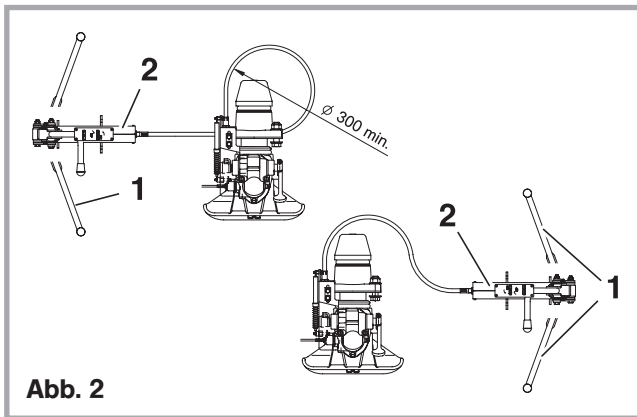

Abb. 2
Der Handhebel (1) lässt sich, falls notwendig, auch um 90° seitlich verdreht montieren (siehe Abb. 2). Hierfür Befestigungsschrauben lösen, Handhebel (1) in die gewünschte Richtung verdrehen und wieder anschrauben.
Der Handgeber (2) kann auf der linken oder rechten Seite an der Zugmaschine montiert werden (siehe Abb. 2).